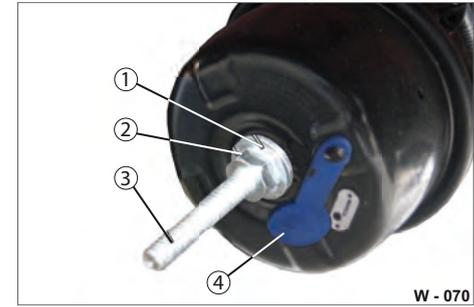

Abb. 55 Feder entspannen
- ▶ Unterlegscheibe (Abb. 55/1) aufschieben.
- ▶ Sechskantmutter (Abb. 55/2) auf die Löseschraube (Abb. 55/3) aufdrehen.
- ▶ Sechskantmutter (Abb. 55/2) herunterdrehen.
- ▶ Unterlegscheibe (Abb. 55/1) abziehen.
- ▶ Löseschraube (Abb. 55/3) um 90° drehen und herausnehmen.